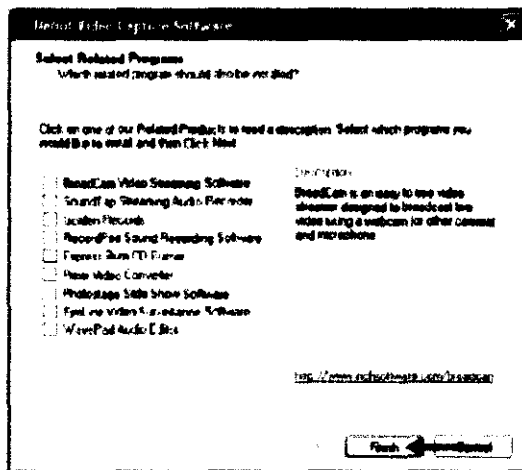

Figura 18
17. Una vez completadas las instrucciones de la pantalla anterior, debería ver la pantalla que se muestra en la captura de la Figura 18. Haga clic en el botón "Finish" indicado por la flecha para completar la instalación de Debut Video Capture.